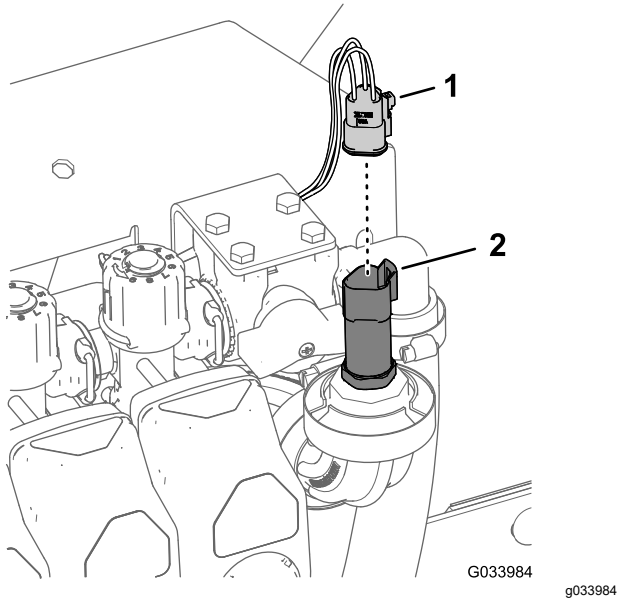

図 37
1. 水圧トランスデューサ用の3ソケットコネクタを外す 図 37。